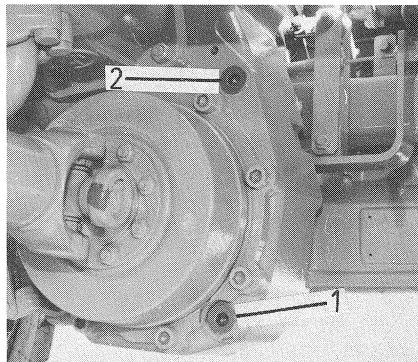

Bild 50
- (3) Ölwechsel am Vorgelege: Verschlußstopfen (Bild 50/1) aus dem Vorgelege herausdrehen. Nachdem das Öl abgelaufen ist Verschlußstopfen wieder hineindrehen und Einfüllstopfen (Bild 50/2) herausdrehen.
Unscrew drain plugs (fig. 50/1) from the gear reducer unit, screw in the drain plugs after the oil has been drained off and unscrew drain plugs (fig. 50/2).
Dévisser le bouchon de fermeture du réducteur de vitesse (fig. 50/1). Une fois que l'huile s'est écoulée, revisser ce bouchon et dévisser le bouchon de fermeture (fig. 50/2).